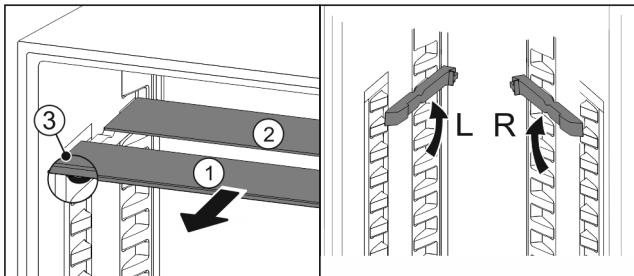

Fig. 52
- ▶ Steklene plošče posamično izvlecite Fig. 52 (1) naprej.
- ▶ Steklena plošča Fig. 52 (1) z okrasno letvijo je spredaj.
- ▶ Zaustavljalniki Fig. 52 (3) so obrnjeni navzdol.